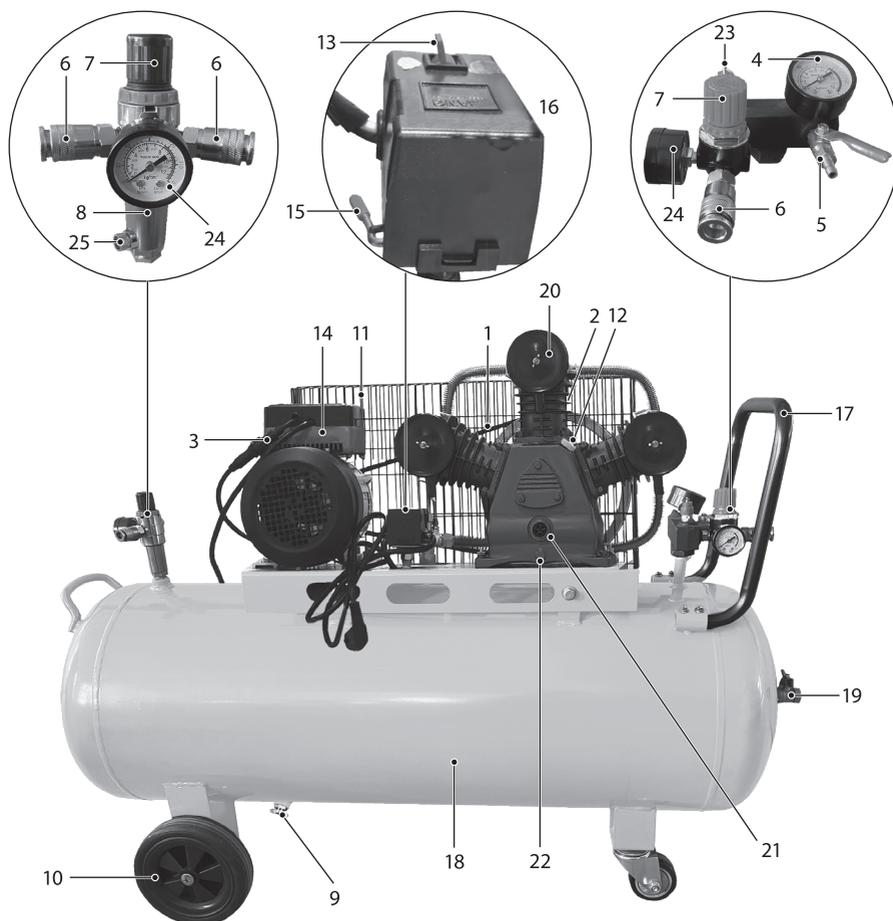
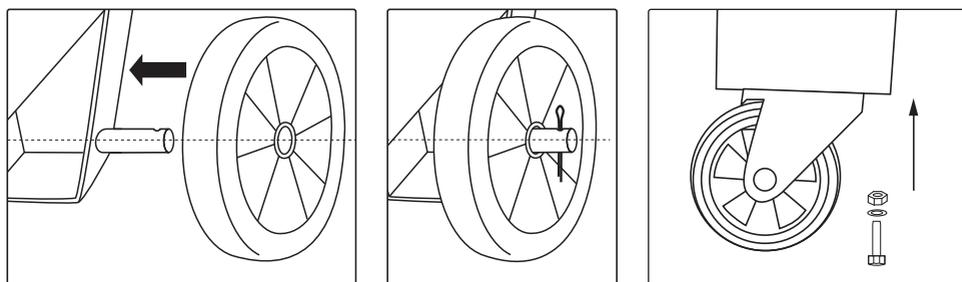

рис. 1
рис. 3
- Манометрами ресивера и пневмомагистрали 4 и 24 (рис. 1) для контроля давления сжатого воздуха.
- Реле давления и блоком управления мотором 16 (рис. 1) для выбора скорости вращения вала мотора.
- Предохранительным клапаном 23 (рис.1) для защиты от превышения максимально допустимого давления в ресивере.
- Регуляторами давления 7 (рис. 1) – для контроля давления сжатого воздуха в пневмомагистрали.
- Смотровым окошком уровня масла 21 (рис. 1) – для контроля уровня масла в картере компрессора.
Установите транспортировочные колеса 10 (рис. 1) и вверните воздушные фильтры 20 (рис. 1) в отверстия головок блоков цилиндров (рис. 3).